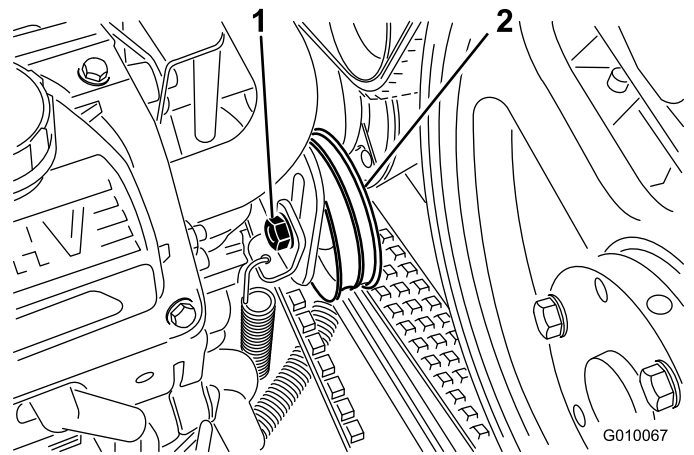

図 57
3. ポンプ・ベルトのアイドラを調整スロットの範囲内で動かせる程度に、アイドラのボルトをゆるめる（図 57）。